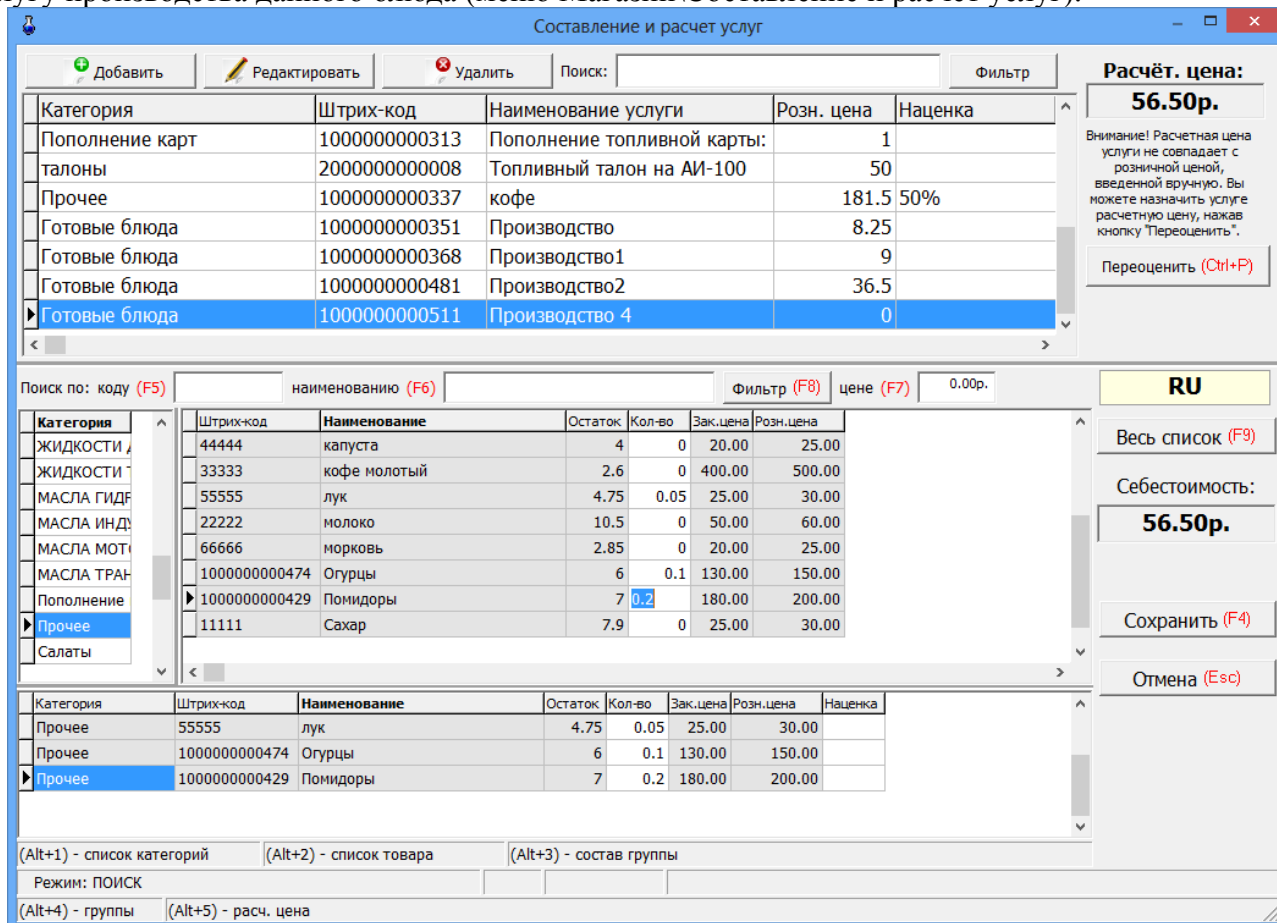

Рис.2
5. В поле ниже выберите категорию с продуктами, которые будут входить в блюдо (например, салат из помидоров и огурцов), задайте количество (рис.2). В поле «Расчет.цена» будет отображаться расчетная (закупочная) цена салата, нажмите «Переоценить» и кнопку «Сохранить».